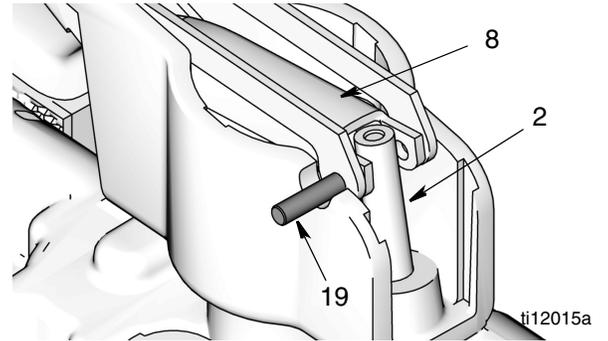

图 44
4. 将流量计翻转并放入老虎钳中。将扳机组件中的孔与脱扣杆 (2) 中的孔对齐。使用旧的脱扣杆或非金属杆或定位销将脱扣杆向上推出并远离流量计外壳 (图 44)，以便看到销钉 (19) 滑入的孔，但是，在此步骤中不要安装销钉。
5. 安装扳机组件 (8) (图 44)。将销钉 (19) 推入并穿过扳机和脱扣杆组件中的孔。